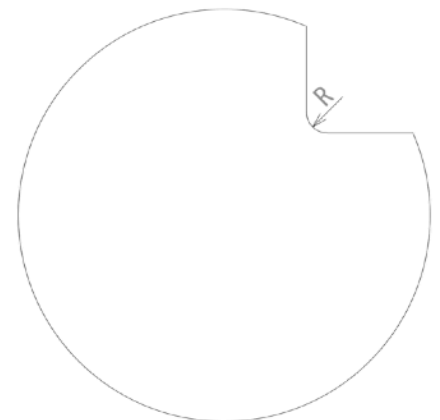

図1 くぼみのR (切り落とす場合)
- ・ くぼみのRは、表1の「くぼみのR」の値以上にしてください。これは切り落とす場合もポケット加工の場合も同じです。(図1参照)